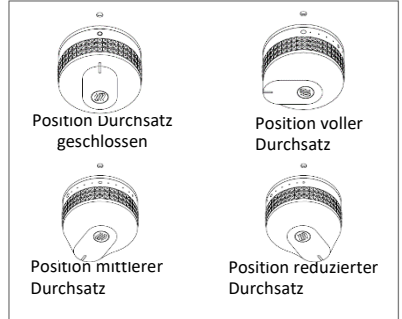

Abbildung 2: Einstellung des Bedienungshebels
- Stellen Sie nun die Flammhöhe durch Drehen des oder der Bedienungshebel nach Belieben auf vollen Durchsatz (großer Kreis) oder geringen Durchsatz (kleiner Kreis) ein (Siehe Abbildung 2)